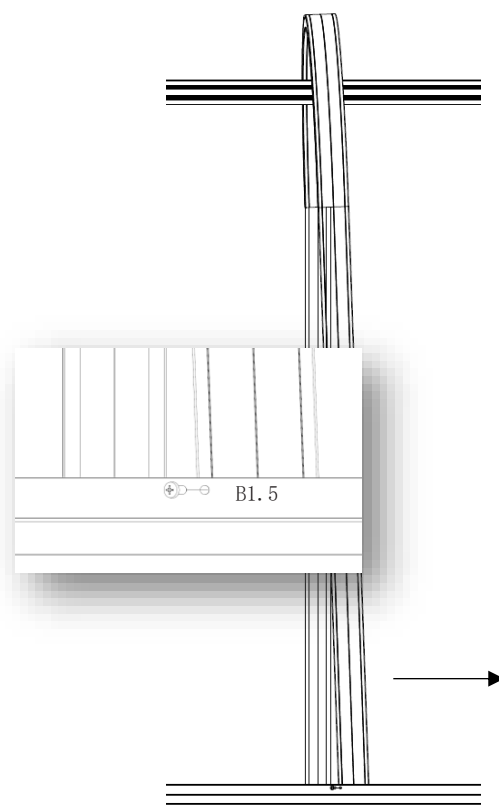

Abb. 25
- dann den Mittelsprossenschenkel nach rechts drücken. (Abb. 25)